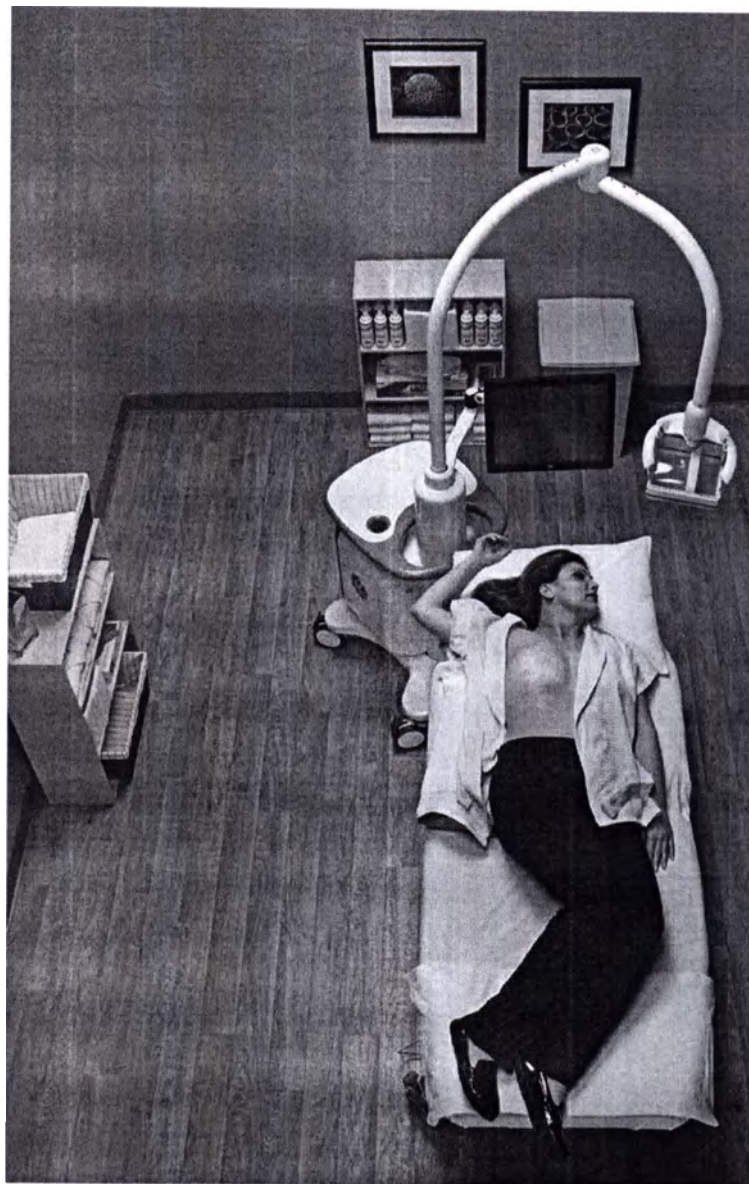

Рис. 3-12. Пример укладки пациентки
- Положите руку пациентки над ее головой. Если пациентке трудно поднять руку, при получении изображений в передне-задней и медиальной проекциях ее руку можно поместить под углом 90 градусов. Дополнительные сведения см. на Рис. 3-12 на стр. 3-24.